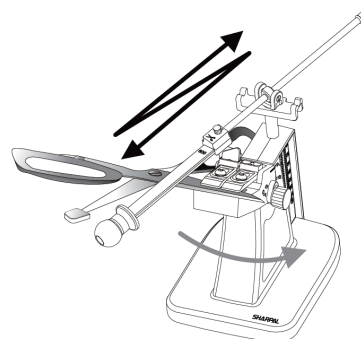

Fig. 10
2. Exercez une légère pression par de longs mouvements réguliers, en commençant par le talon de la lame. Faites glisser la plaque abrasive d'avant en arrière le long du tranchant vers la pointe. Arrêtez-vous à la pointe de la lame (Voir Fig. 10).